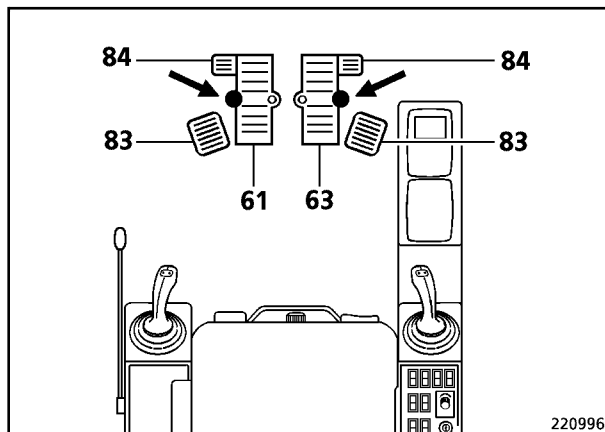

Fig. 3
La máquina se pone en marcha al activarse los pedales de desplazamiento (61, 63, Fig. 3).
- estando puestas las palancas de desplazamiento (flechas, Fig. 3), a mano.
- situando los tacones en los reposapiés (83) y actuando las partes anchas de los pedales de desplazamiento (84) con las puntas de los pies (tenares) o